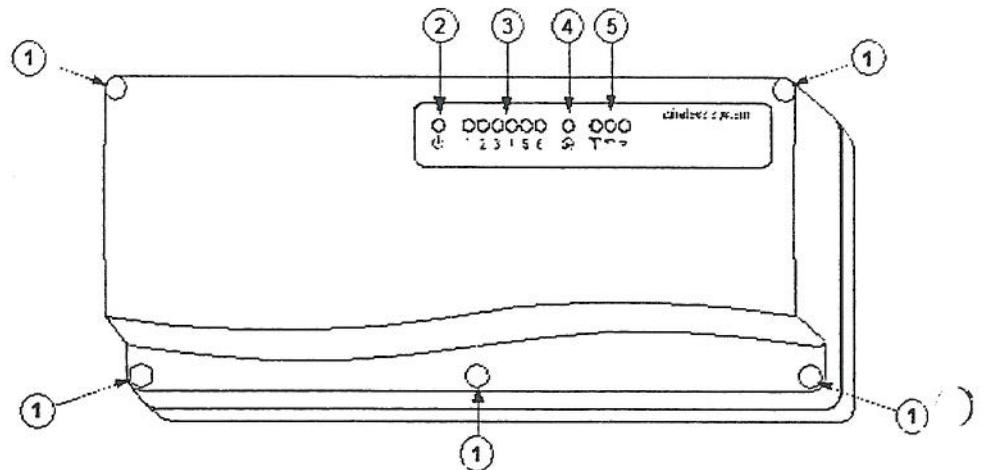

Fig. 1. Trådløs styresystemer 6-kanaler/zoner, type DLP 600M
På frontpanelet af DLP600M forefindes 11 indikatorer (se fig. 1):
For at fjerne frontpanelet, skal de fire skruer (1) fig. 1 skrues ud. Herefter fjernes frontpanelet nemt.